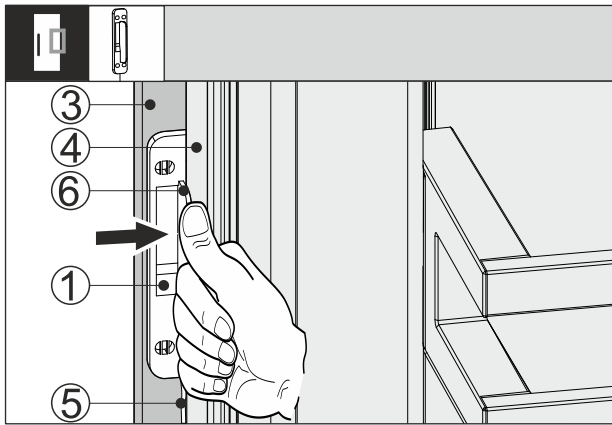

Fig. 65
- Shtyni sensorin e trokitjes Fig. 65 (1) midis kanatit të mobilies Fig. 65 (3) dhe derës së pajisjes Fig. 65 (4) në mënyrë të tillë që kabloja Fig. 65 (5) të jetë paksa e tendosur. Ndaluesi Fig. 65 (6) i sensorit të trokitjes mbështetet në derën e pajisjes Fig. 65 (4).
- Ngjishni sensorin e trokitjes Fig. 65 (1) në kanatin e mobilies Fig. 65 (3).
- Sensori i trokitjes Fig. 65 (1) do të ngjitet. Ngjitja e sensorit të trokitjes përmirëson transmetimin e sinjalit të trokitjes.
Fiksimi i përhershëm i sensorit të trokitjes Fig. 65 (1) rrit jetëgjatësinë.
- Mbërtheni sensorin e trokitjes Fig. 65 (1) në kanatin e mobilies Fig. 65 (3) me vidat e ofruara.